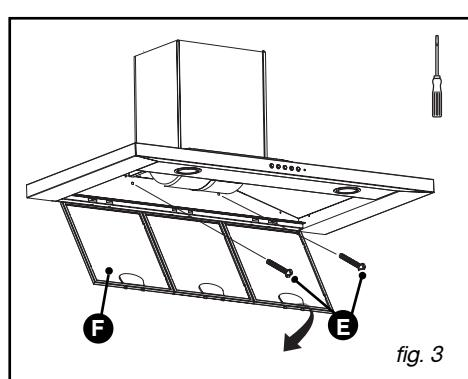

fig. 3
- Schroef de twee schroeven aan de onderkant aan (E/fig.3).